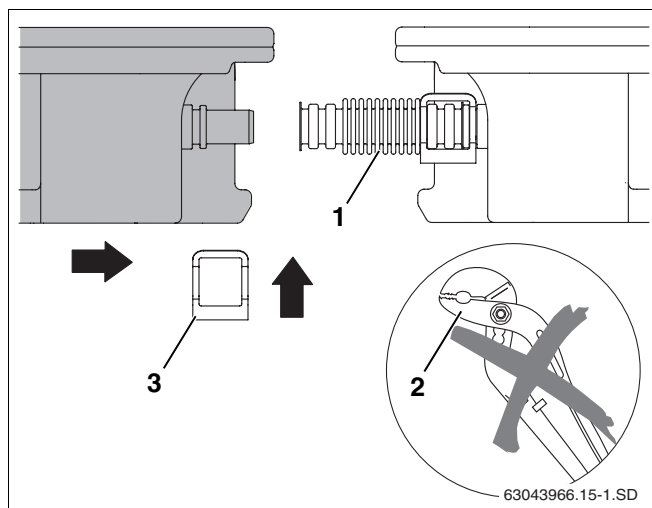

Fig. 46 Insérer le deuxième capteur dans le premier
- N'utilisez pas d'auxiliaires comme les pinces (fig. 46, **pos. 2**). Ils risqueraient de rendre les connecteurs inutilisables.
- Placer le deuxième capteur contre le premier de manière à ce que les raccordements s'insèrent dans les connecteurs prémontés des tubes ondulés (fig. 46, **pos. 1**) du premier capteur.
- Insérer le deuxième clip de fixation (fig. 46, **pos. 3**) sur le connecteur du tube ondulé et le raccordement de capteur.